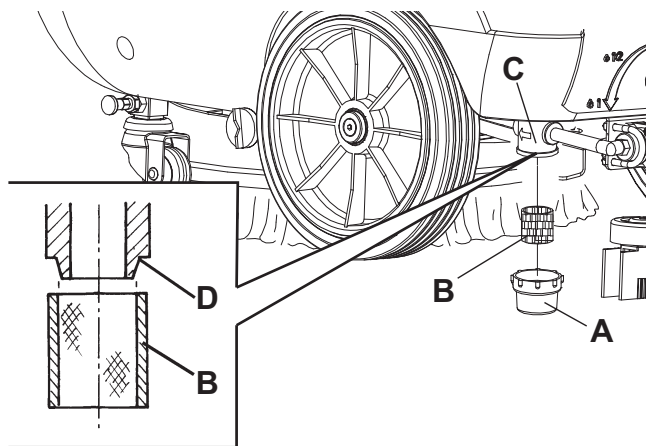

Рис. 6
1. Опорожните бачок для раствора (27), как показано в соответствующем разделе.
3. Убедитесь, что сетевой шнур (21) отсоединен от сети электропитания.
4. Снимите прозрачную крышку (А, Рис. 6), затем удалите сетку фильтра (В). Очистьте и установите их на стойке (С).